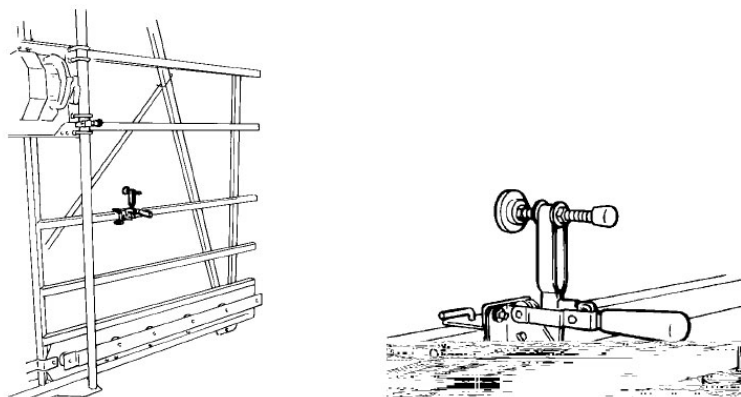

РИС. 27. Ручной зажим панели
3. Аккуратно поставьте панель на поддерживающие ролики. При вертикальной обработке, настройте нужное положение панели при помощи горизонтальной линейки, дополнительных устройств Quick Stop или Stop Bar, и зафиксируйте панель на раме станка при помощи двух ручных зажимов (см. РИС. 27).
3. На раме станка закрепите два ручных зажима панели (см. РИС. 27.) Для этого, вставьте L-образный винт в специальное отверстие в зажиме и закрепите его красной стопорной гайкой.